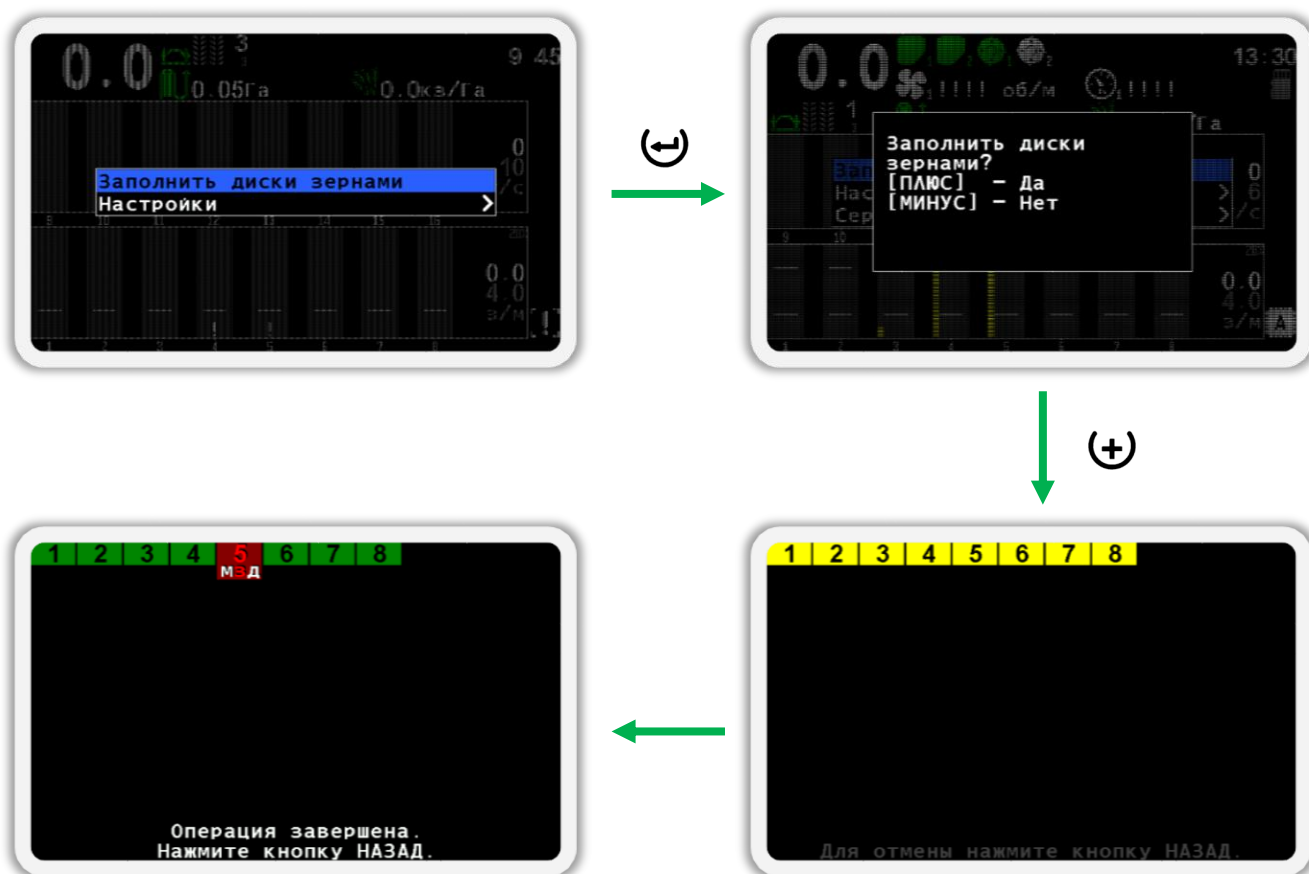

Рисунок 56 Заполнение диска зернами
- В появившемся меню с помощью кнопок  «Вверх» и  «Вниз» выберите пункт «Заполнить диск зернами»⁵⁰ (см. Рисунок 56).
В экране операции заполнения дисков зернами (см. Рисунок 56) электромоторы дозаторов высева, которые сейчас работают, обозначены желтым цветом **1**. Электромоторы дозаторов высева, которые участвуют в процессе создания технологической колеи на текущем прогоне, обозначены белым цветом **1** и соответствующие им диски дозаторов не будут заполняться зернами. Электромоторы дозаторов высева, которые успешно завершили операцию заполнения диска зернами, обозначены зеленым цветом **1**. Если же заполнить диск дозатора зернами не удалось, соответствующий электромотор будет обозначен красным цветом **5 МЗД**, а буквы под номером имеют следующие значения: